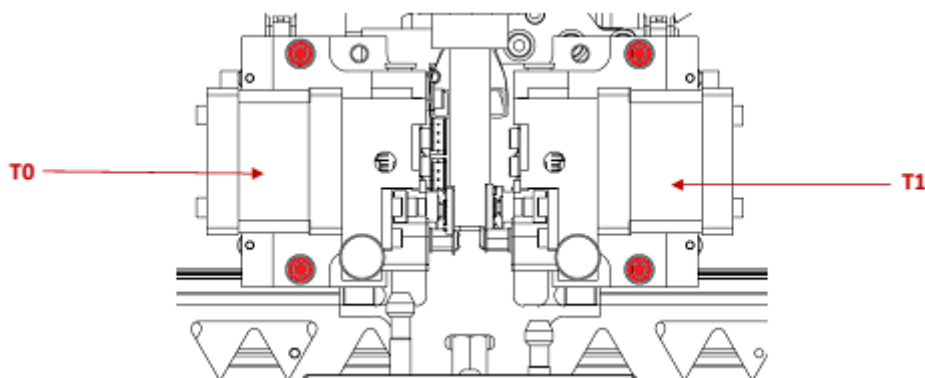

Рис. 74. Демонтаж экструдеров
11. Отвинтить два крепежных винта, которыми крепится экструдер T0 к седлу экструдера и которые расположены над экструдером и под ним (рис. 74), и вынуть экструдер из принтера. Отложить винты в сторону. Повторить ту же процедуру для экструдера T1.
14. Завинтить два ранее отвинченных винта экструдера, крепящих экструдер T1 к седлу экструдера и расположенных над экструдером и под ним (рис. 74).
16. Завинтить два ранее отвинченных винта экструдера, крепящих экструдер T0 к седлу экструдера и расположенных над экструдером и под ним (рис. 74).
18. Нажать и удерживать стопорный механизм экструдера T0 (рис. 73, синий), затем опустить экструдер T0 и отпустить его (рис. 73, серый). Убедиться, что экструдер зафиксирован на втулке хотэнда, слегка подтолкнув ее вверх. Правильно зафиксированный экструдер останется в нижнем положении (рис. 74). Повторить процедуру для экструдера T1.